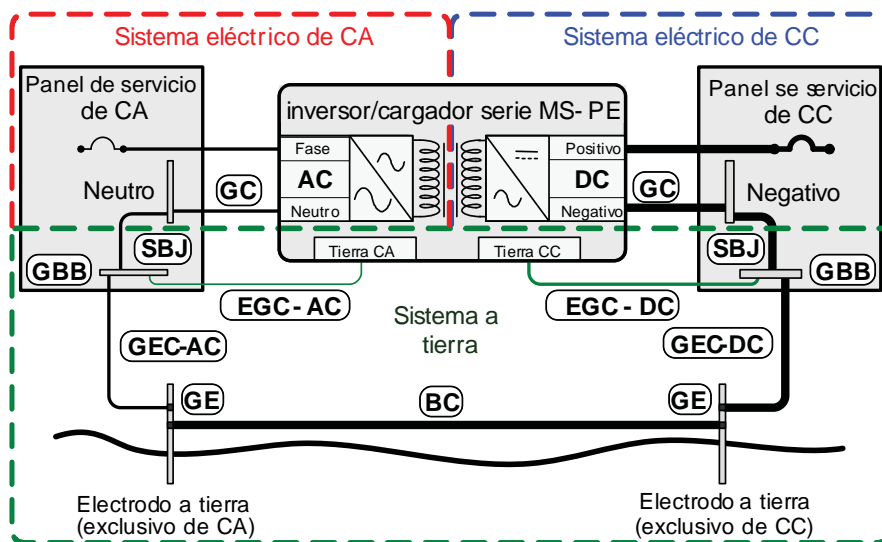

Ilustración 2-11, múltiples conexiones a varilla de puesta a tierra de CC (Método 1)
- **Método 1 (Ilustración 2-11):** Este método utiliza un electrodo de conexión a tierra separado para el sistema de CC y otro para el sistema de CA. En este método, ya que hay varias conexiones con el electrodo de puesta a tierra de CC (GE-CC), el calibre del conductor del electrodo de puesta a tierra de CC (GEC-CC) no puede ser menor que el conductor más grande de la red de corriente continua (por lo general, el cable que va de la batería al inversor).